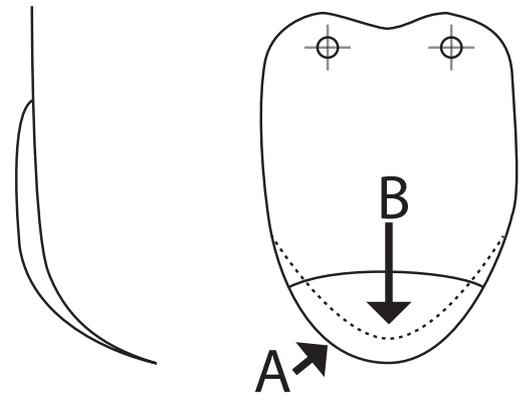

Bild 15-1
- Prüfen Sie, ob sich die Messer im guten Zustand befinden. Wenn das Messer mehr als 20mm verschlissen ist, tauschen Sie es aus. Punkt B Bild 15-1 ist die Verschleißgrenze. Punkt A zeigt den Neuzustand.